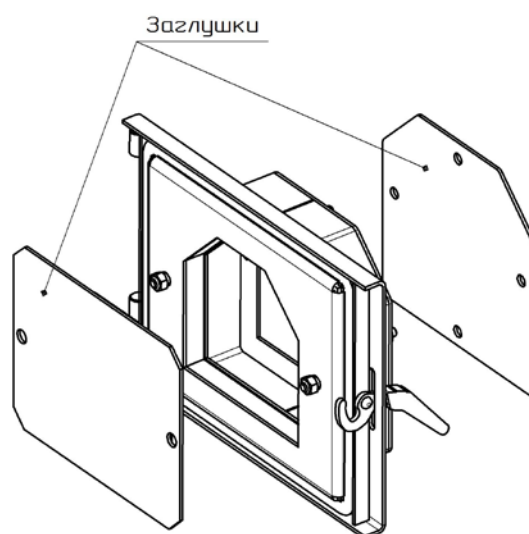

Рисунок 6 – Заглушки на дверцятах пальника
11.5 Демонтувати дві заглушки (див. рис. 6) з дверцят (поз. 6, рис. 2): одну - ззовні дверцят (відкрутивши чотири гайки), другу - зсередини дверцят (відкрутивши дві гайки, зняти заглушку та закрутити гайки на місце).